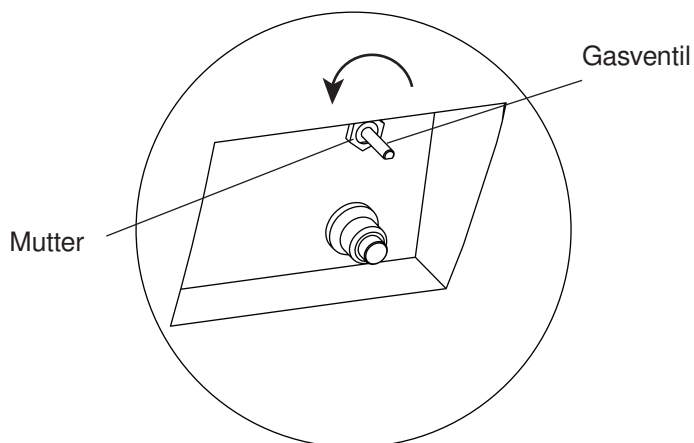

Figure 7
8. Mit einem Schraubenschlüssel die Mutter vom Gasventil gegen den Uhrzeigersinn abschrauben und das Gasventil abtrennen (siehe Figure 7).